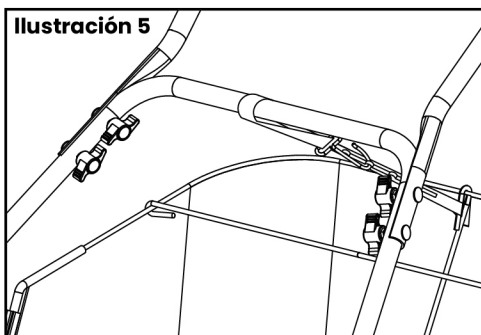

Ilustración 5
Paso 6: Envuelva un extremo de la correa con gancho sobre el centro de las asas y fije el gancho a uno de los cinco agujeros corrugados para adaptarse a su altura y técnica. (Ilustración 5)